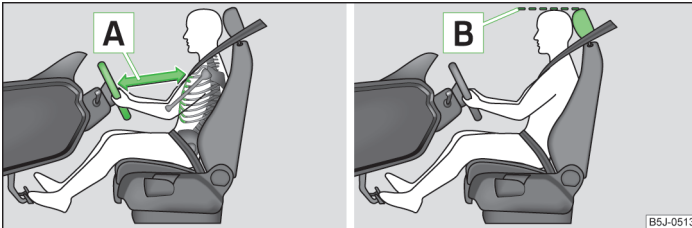

Abb. 107 Richtige Sitzposition des Fahrers / richtige Kopfstützeinstellung
- › Das Lenkrad so einstellen, dass der Abstand zwischen Lenkrad und Brustbein mindestens 25 cm beträgt **[A]** » Abb. 107.
- › Die Kopfstütze so einstellen, dass die Oberkante der Kopfstütze sich möglichst auf einer Höhe mit dem oberen Teil Ihres Kopfes befindet **[B]** » Abb. 107 auf Seite 127 » Seite 127.
- › Die Kopfstütze so einstellen, dass die Oberkante der Kopfstütze sich möglichst auf einer Höhe mit dem oberen Teil des Kopfes befindet **[B]** » Abb. 107 auf Seite 127 » Seite 127.